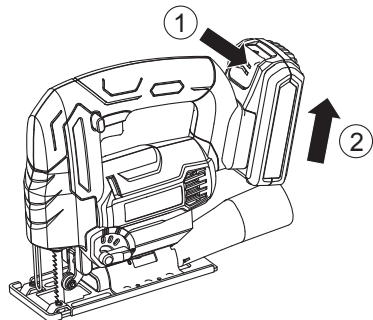

Fig. F1
3. TO REMOVE THE BATTERY PACK (SEE FIG. F1)